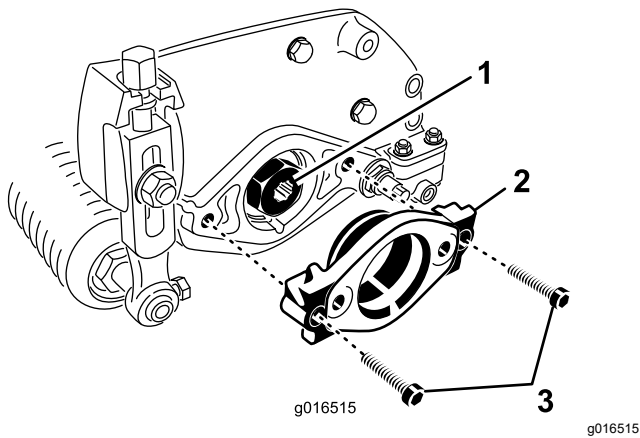

Bild 7
2. Nehmen Sie die zwei Inbusschrauben ab, mit denen die Motorbefestigung am linken Ende der Schneideinheit befestigt ist. Nehmen Sie die Motorbefestigung ab (Bild 7).
3. Schmieren Sie die Antriebskupplung innen mit Fett ein (Bild 7).
4. Schmieren Sie am linken Ende der Schneideinheit etwas Öl auf den O-Ring und befestigen Sie die Motorbefestigung mit den zwei vorher entfernten Inbusschrauben (Bild 7). Ziehen Sie die Schrauben auf 16-20 N·m an.